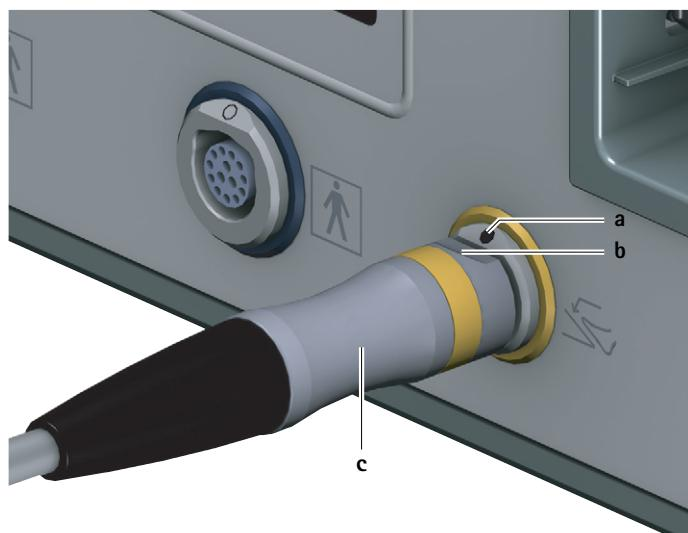

Рис. 2 Подсоединение блока ножного управления
- Выровнять штекер блока ножного управления с так, чтобы маркировка **b** на штекере соответствовала маркировке **a** на гнезде блока ножного управления 6, см. Рис. 2.
- ▶ Вытянуть штекер блока ножного управления с из гнезда блока ножного управления 6, см. Рис. 2.